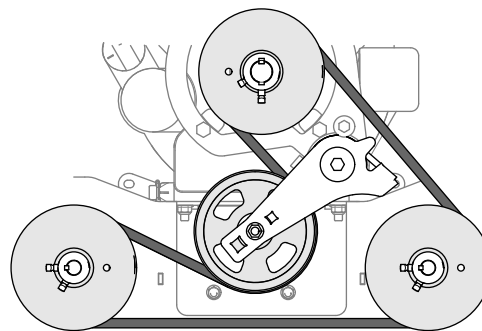

図 92
4. (図 92)に示すように、新しいベルトをプーリに取り付ける。